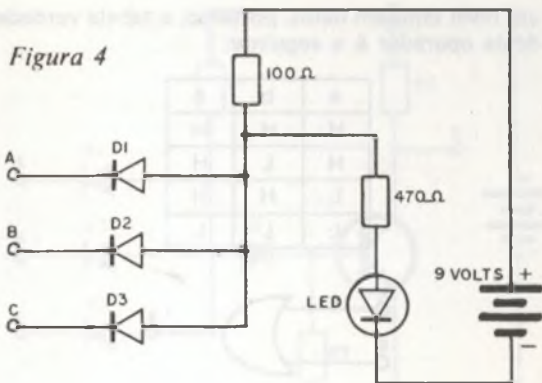

Figura 4
Os dois circuitos analisados apresentam uma única entrada, porém, podemos criar circuitos com várias entradas, empregando, ou não, elementos ativos como o transistor, por exemplo. A figura 4 mostra um desses circuitos com três entradas, designadas por a, b e c e uma única saída s à qual foi associada um LED. Se a todas as entradas for aplicado, simultaneamente, um nível alto de tensão (H) ou estando sem conexão (abertas), os três diodos se encontrarão inversamente polarizados e, portanto, não conduzirão, fazendo com que a saída s também apresente um nível alto em tensão, provocando a emissão de luz do LED; se, pelo menos, a uma das entradas for aplicado um nível baixo de tensão - zero volts - o diodo correspondente estará diretamente polarizado e conduzirá fortemente levando o potencial de saída s a praticamente zero volts e o LED deixará de emitir luz já que não existirá corrente circulando por ele. Pelo exposto, podemos construir a tabela verdade do circuito conforme é mostrado abaixo
Lista de Material – figura 4